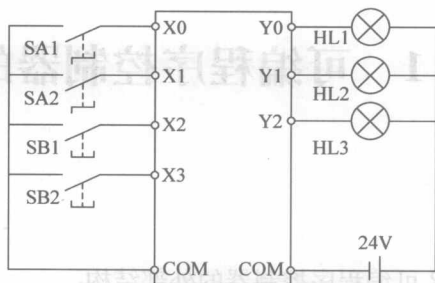

图 1-2 I/O 接线图
3) 画 PLC 输入/输出 (I/O) 接线图。接线图如图 1-2 所示。
1) 汇点式。在连接输入或输出设备时，全部输入点或输出点汇集成一组，共用一个公共端 COM 和一个电源。如图 1-2 所示，其 I/O 接线方式即为汇点式。